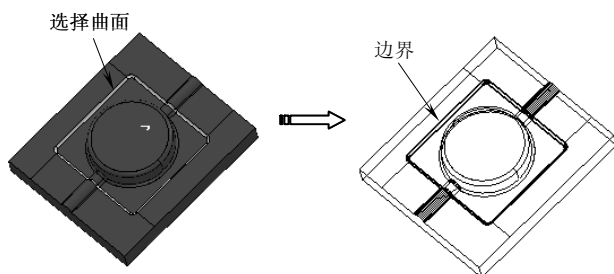

图 3-177 创建的边界
2) 选择图 3-177 所示的曲面，然后单击“插入模型”按钮, 单击“用户定义边界”对话框中的“接受”按钮即可完成边界创建，如图 3-177 所示。